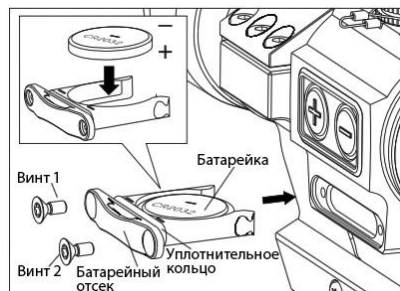

Рис. 2-2
- 2) Установка батарейки (Рис. 2-2).